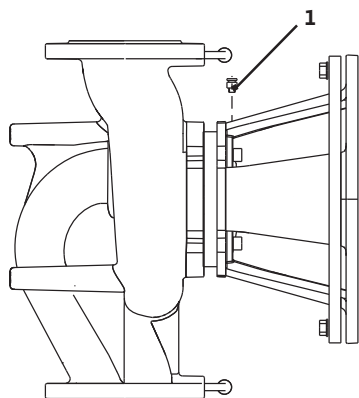

Fig. 41: Ilmanpoistoventtiili
- Ilmaa pumput avaamalla ilmausventtiilit (Fig. 41, kohta 1). Kuiva-käynti rikkoo pumpun liukurengastiivisteiden. Paine-eroanturia ei saa ilmata (rikkoutumisen vaara).